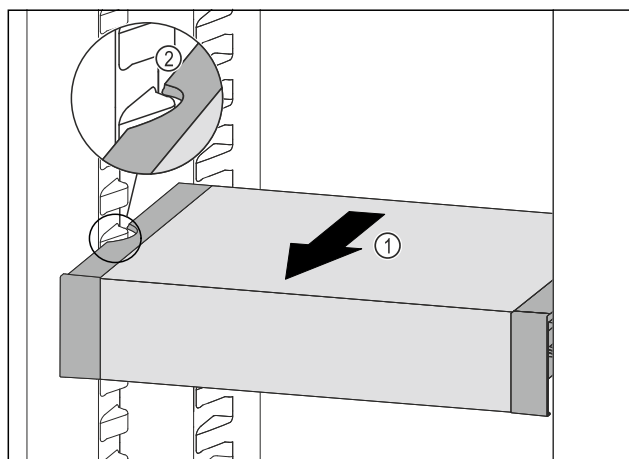

Fig. 103
- ▶ VarioSafe pociągnąć w przód Fig. 103 (1), aż boczne wycięcia szuflady VarioSafe będą się znajdować na wysokości żebrowania pojemnika w chłodziarce. Fig. 103 (2)